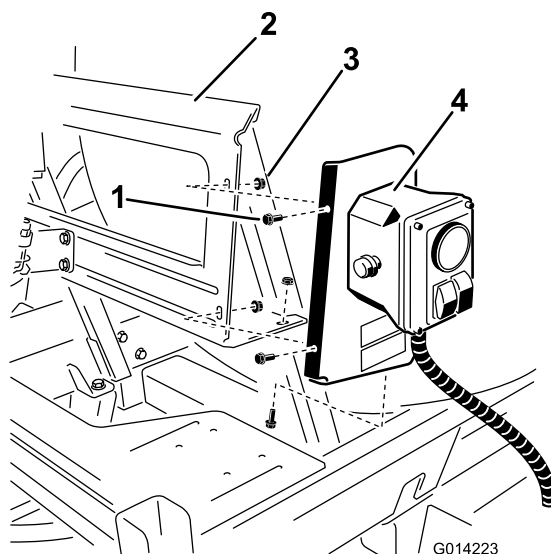

Figure 6
2. Fixez l'ensemble sur le support au moyen de 3 boulons (1/4 x 5/8") et 3 contre-écrous (1/4 pouce), comme illustré à la Figure 6.